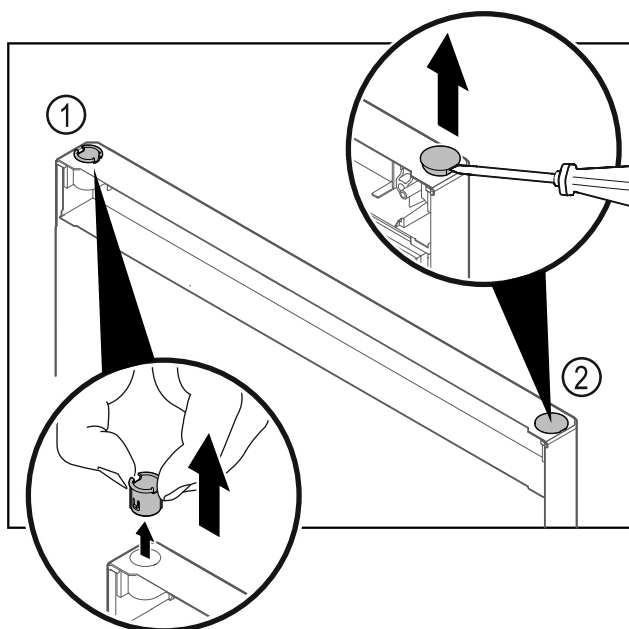

Fig. 20
- Húzza ki az ujjával a csuklópánt-perselyt Fig. 20 (1).
- A fedődugót Fig. 20 (2) egy lapos csavarhúzóval óvatosan emelje meg és húzza ki.